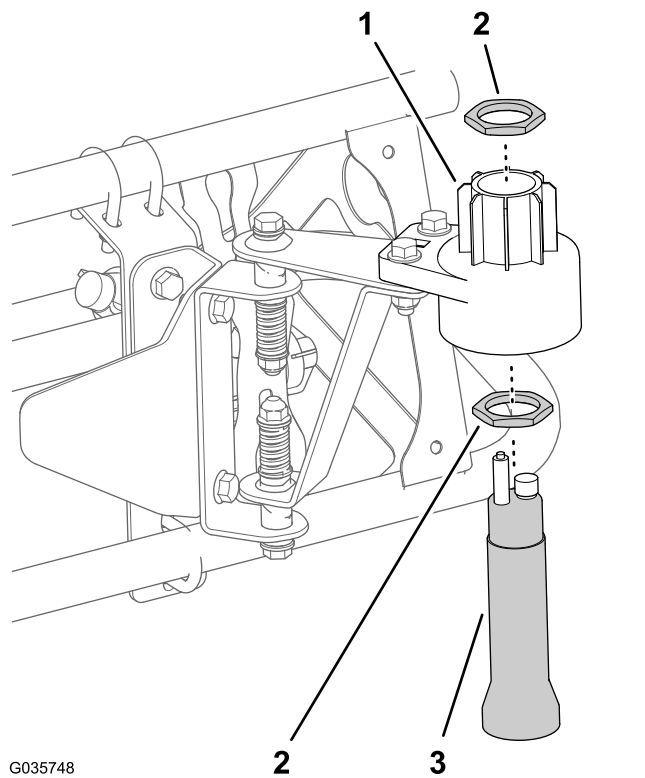

Figura 20
- A. Monte una tuerca grande en el sensor (Figura 20).
- B. Introduzca el sensor en la carcasa inferior del sensor (Figura 20).
- D. Monte la otra tuerca grande en el sensor (Figura 20).